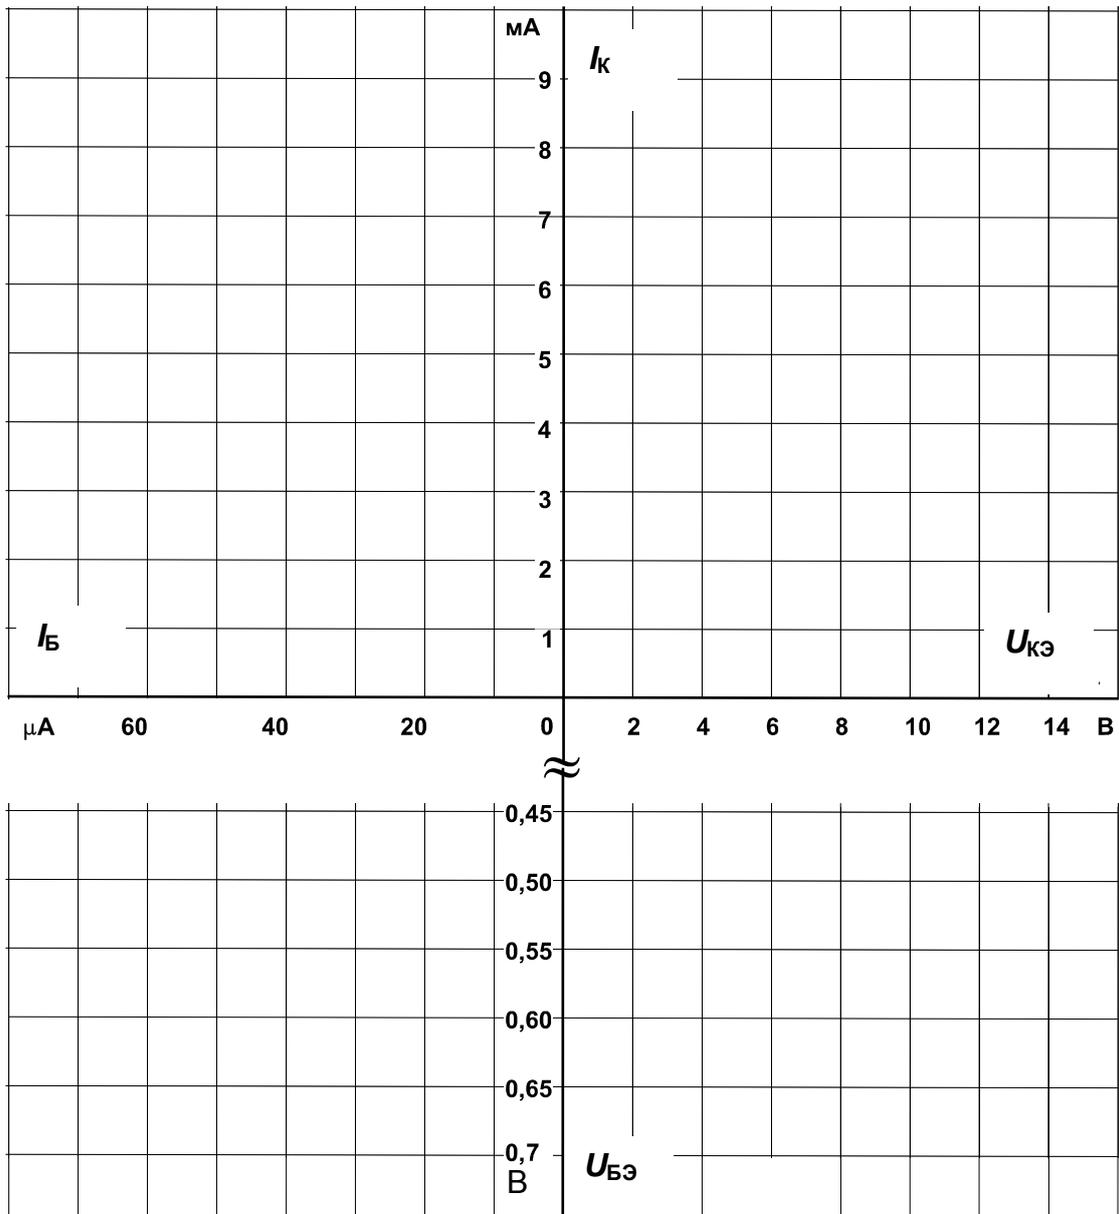

Рис. 6.8. Статические характеристики биполярного транзистора
3. На рис. 6.8 постройте графики семейства выходных характеристик $I_K(U_{KЭ})$ и семейство характеристик обратной связи $U_{БЭ}(U_{KЭ})$, не забыв указать какому току базы соответствует каждая кривая.
5. На рис. 6.8 постройте графики входных $I_B(U_{БЭ})$ и регулировочных $I_K(I_B)$ характеристик, указав для каждой кривой соответствующие значения $U_{KЭ}$.